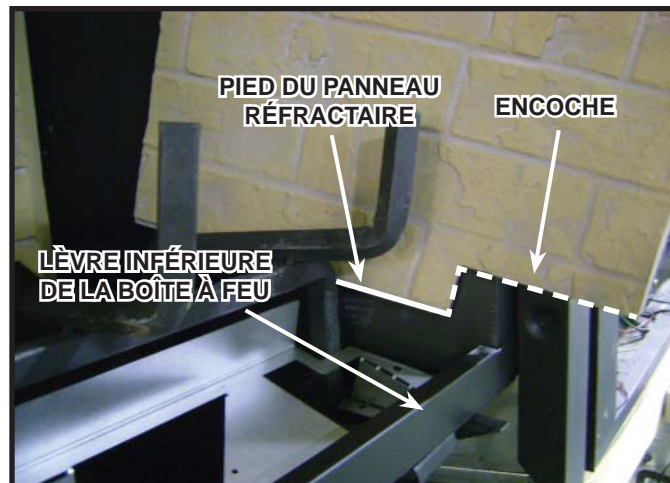
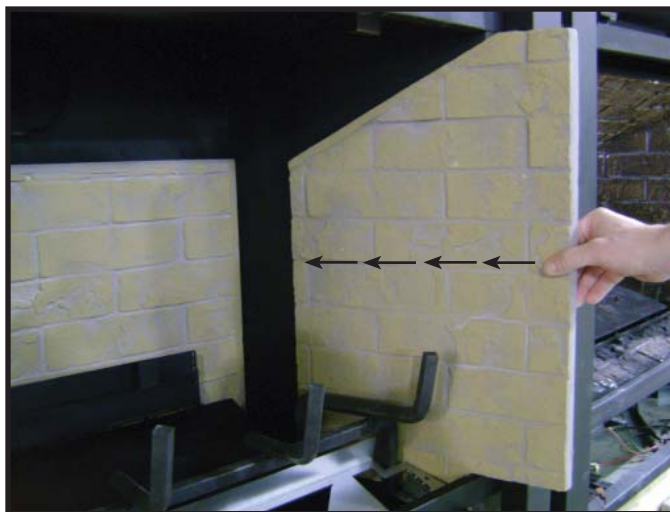
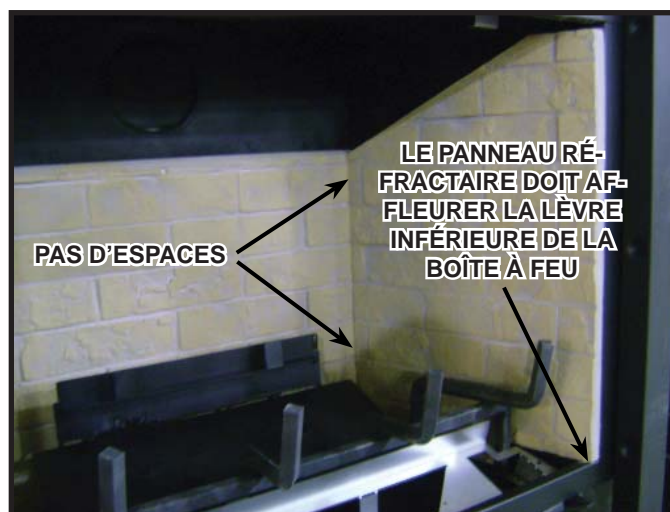

Figure 3
Figure 4
Figure 5
3. Placez le panneau réfractaire droit contre la paroi latérale droite de la boîte à feu. Placez l'encoche rectangulaire située au bas du panneau réfractaire droit sur la lèvre inférieure de la boîte à feu. Le pied du panneau réfractaire repose sur la boîte à feu une fois la lèvre de la boîte à feu introduite dans l'encoche du panneau. Voir figure 3.
4. Glissez le panneau réfractaire droit entièrement dans la boîte à feu jusqu'à ce qu'il repose fermement contre l'arrière du panneau réfractaire. Contrôlez que le panneau réfractaire droit touche entièrement la paroi latérale droite de la boîte à feu. Voir figure 4.
**ATTENTION :** Les bûches sont fragiles, les manipuler avec prudence. **Bûche 1 (2166-701) :** Localisez les languettes de pose des bûches sur le couvercle de la veilleuse (voir la figure 2). Localisez les fentes de pose des bûches au bas de la bûche 1 (voir la figure 3). Introduisez les languettes de pose des bûches sur le couvercle de la veilleuse dans les fentes situées au bas de la bûche 1. La bûche 1 est correctement installée quand elle repose solidement et entièrement sur le couvercle de la veilleuse et quand les languettes sont entièrement engagées (voir la figure 4).
La figure 4 illustre les goupilles de pose placées sur la bûche 1. Les goupilles doivent être introduites dans les orifices correspondants au bas des bûches 2 et 3 (voir figure 5). Les bûches 2 et 3 sont également dotées de rainures pour les placer correctement sur la grille de l'âtre (voir figure 5). Tenez la bûche 1 debout pendant la pose de la bûche 2.
**ATTENTION** : Les bûches sont fragiles, les manipuler avec prudence. **Bûche 1 (2170-701)** : Localisez les languettes de pose des bûches sur le couvercle de la veilleuse (voir la figure 2). Localisez les fentes de pose des bûches au bas de la bûche 1 (voir la figure 3). Introduisez les languettes de pose des bûches sur le couvercle de la veilleuse dans les fentes situées au bas de la bûche 1. La bûche 1 est correctement installée quand elle repose solidement et entièrement sur le couvercle de la veilleuse et quand les languettes sont entièrement engagées (voir la figure 4).